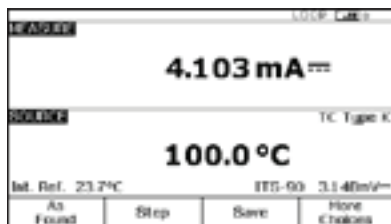

Figura 5.
6. A continuación, pulse el botón "SETUP" (Configuración) en el DPC. El cursor debería empezar en la potencia de bucle. Pulse Intro y la flecha de abajo hasta que el cursor del DPC esté en Enabled (Activado), y vuelva a pulsar Intro. A continuación, pulse la tecla programable "Done" (Hecho) (Figura 5).